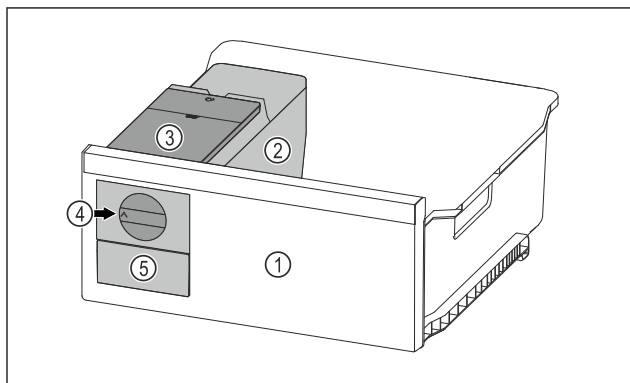

Fig. 212 Voorbeeld
- Draaiknop Fig. 212 (4) rechtsom tot aan de aanslag draaien.
- Ijsblokjes vallen uit de ijsblokjeschaal in de ijsblokjeslade Fig. 212 (5).